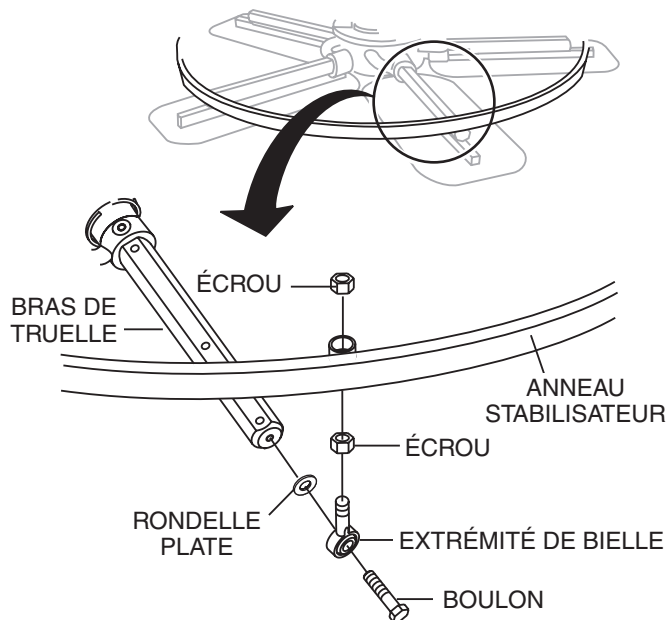

Figure 37. Dépose du bras de truelle (anneau stabilisateur)
1. Retirer le matériel retenant l'anneau stabilisateur sur le bras de truelle (figure 37).